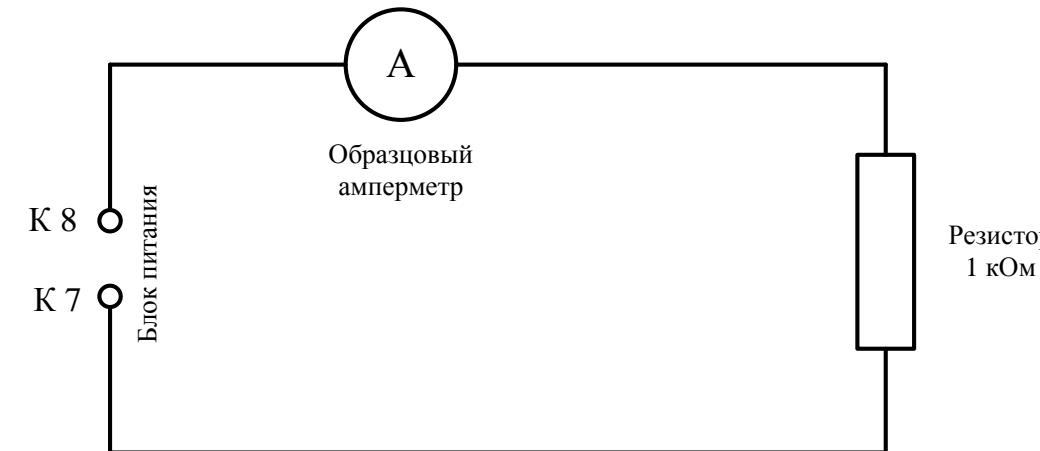

Рисунок 3 – Схема экспериментальной цепи
- Собрав схему, представленную на рис. 3, и плавно поворачивая регулятор «Установка +U» по часовой стрелке, установить значение тока в цепи равным  $I_1$  мА. Отключить питание установки с помощью сетевых выключателей АВ1 и АВ2, выключить мультиметр.